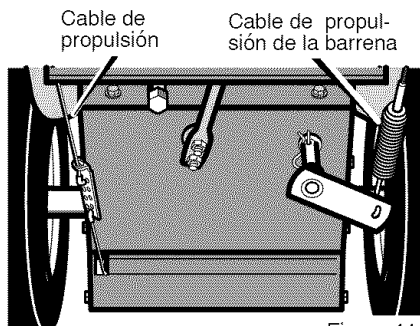

Figura 44
**NOTA:** Si los cables se han desconectado, conéctelos como se muestra en la Figura 44.